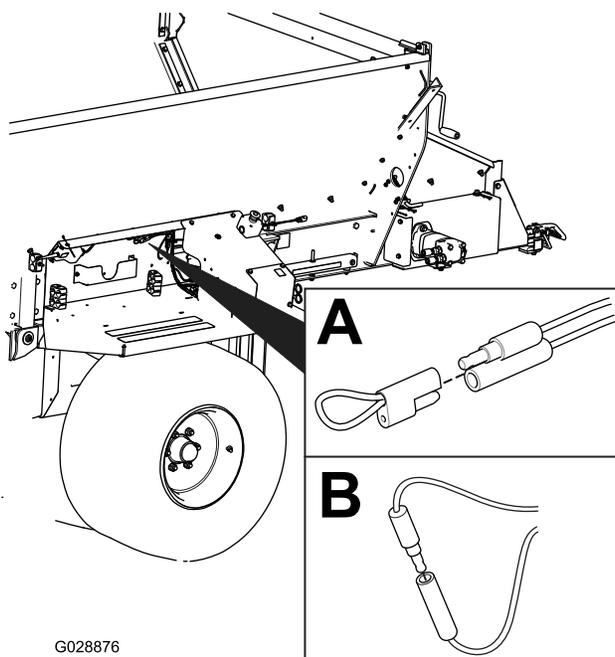

Рисунок 63
2. Снимите привязную крышку с 2 диагностических замыкающих разъемов (Рисунок 63, А).
3. Соедините диагностические замыкающие разъемы друг с другом (Рисунок 63В).